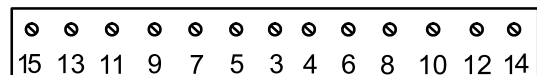

Figura 24
6. Seguendo l'ordine indicato nella Figura 24, serrate le viti a 25,4 N·m.